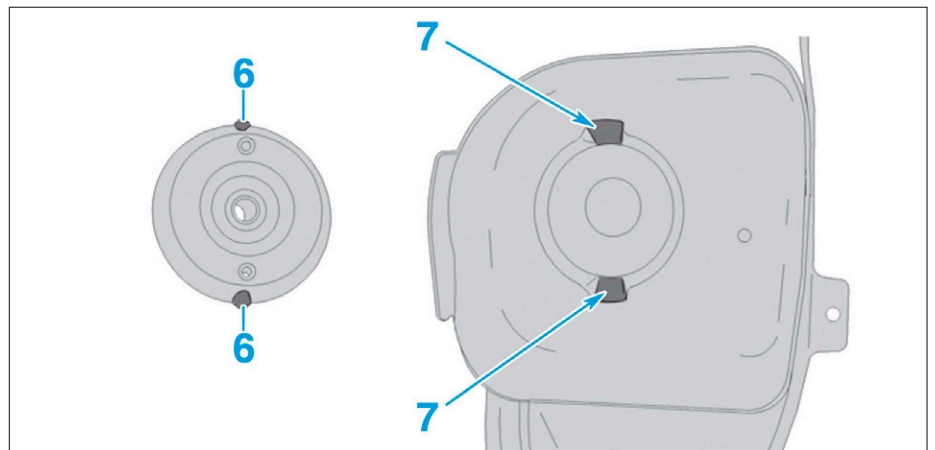

FIG. 4
- Positionner les bossages (6) du support d'amortisseur dans les emboutis (7) du passage de roue (Fig.4).